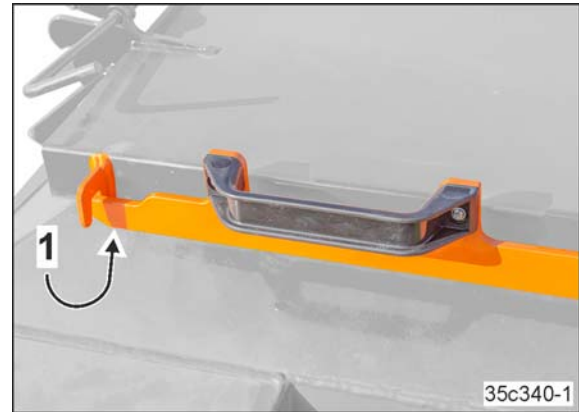

Fig. 261
5. Den Hebel (Fig. 261/1) verriegeln.